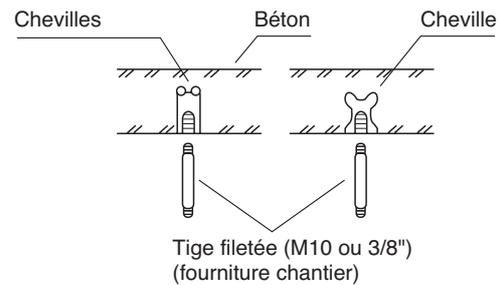
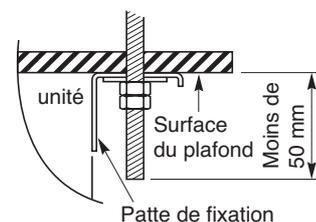

Fig. 3-38
Fig. 3-40
- (2) Percez des trous aux 4 points indiqués sur le gabarit de montage.
- (3) En fonction du type de plafond :
- a) Insérez les tiges filetées comme indiqué sur la figure 3-38
- (4) Vissez les tiges filetées en les laissant dépasser du plafond comme illustré sur les figures 3-38 et 3-39. La longueur de la partie visible de chaque tige doit être identique, avec une tolérance de 50 mm (Fig. 3-40.)